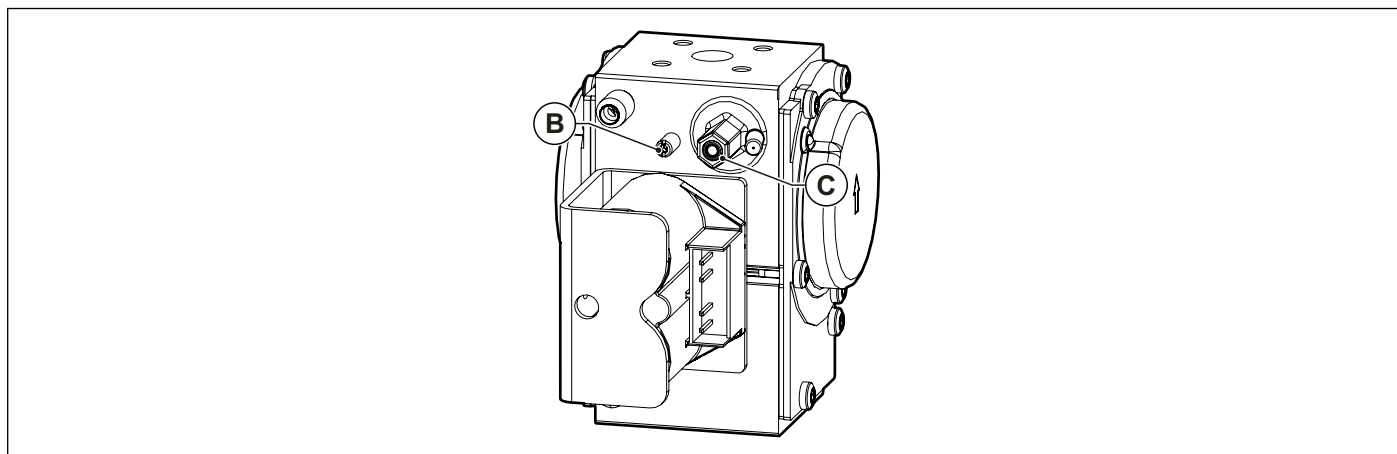
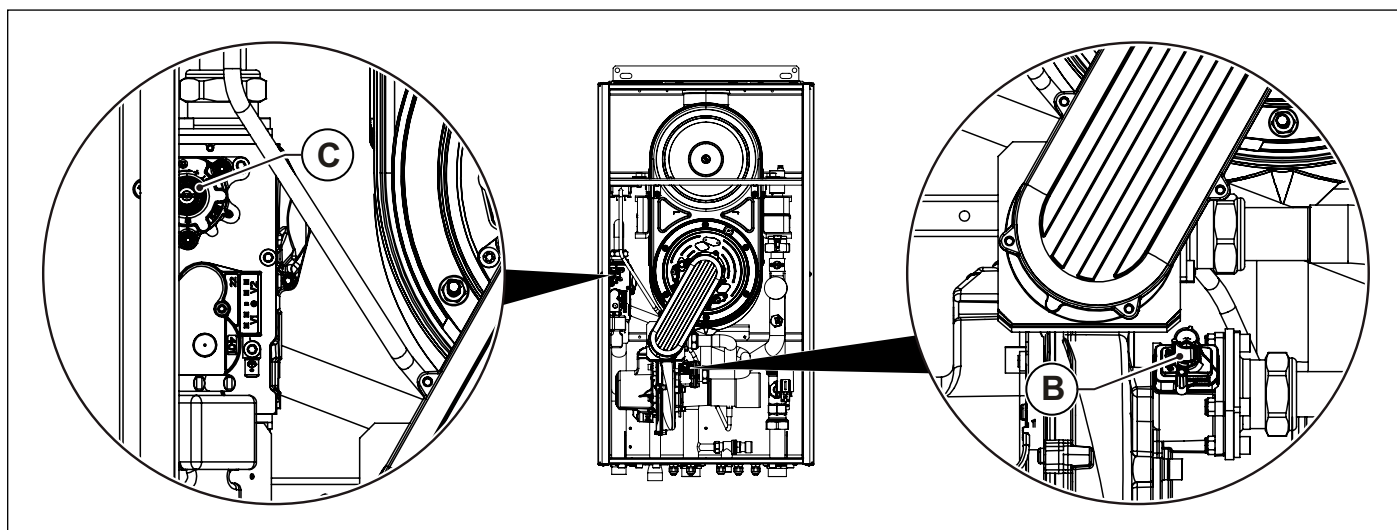

Fig. 44 Regolazione valore anidride carbonica KR 85 - KR 115
Fig. 45 Regolazione valore anidride carbonica KR 150
- Regolare il valore dell'anidride carbonica (CO₂) nei fumi ruotando il regolatore di rapporto **B** (vedi Fig. 44 Regolazione valore anidride carbonica KR 85 - KR 115 e Fig. 45 Regolazione valore anidride carbonica KR 150) e assicurarsi che rientri nei limiti della Tab. 1 Dati di taratura KR 85 e della Tab. 2 Dati di taratura KR 115 e della Tab. 3 Dati di taratura KR 150.
- Regolare il valore dell'anidride carbonica (CO₂) nei fumi ruotando il regolatore di offset **C** (vedi Fig. 44 Regolazione valore anidride carbonica KR 85 - KR 115 e Fig. 45 Regolazione valore anidride carbonica KR 150) e assicurarsi che rientri nei limiti della Tab. 1 Dati di taratura KR 85 e della Tab. 2 Dati di taratura KR 115 e della Tab. 3 Dati di taratura KR 150.